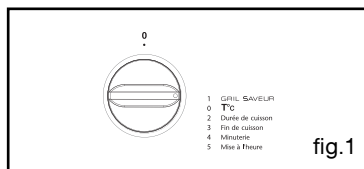

fig.1
- positionnez le sélecteur de programme sur la position "minuterie" (fig.1). Le symbole minuterie ⌵ -> 0.00 et un petit sablier clignotent.